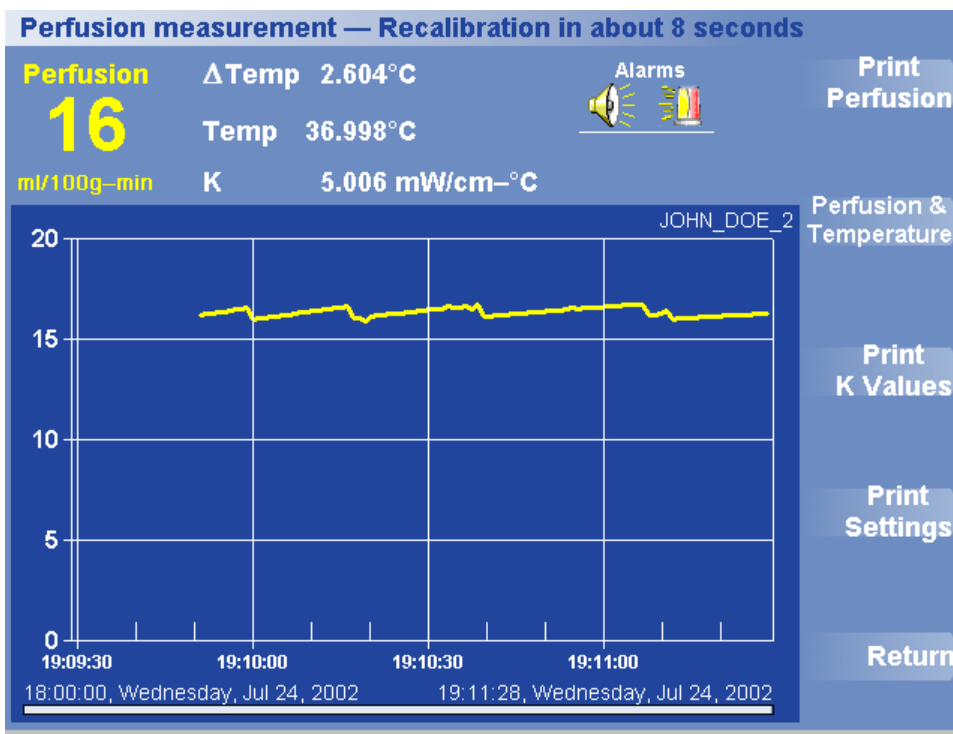

図 21 印刷メニュー
1. 停止メニューの下端にある Print (印刷) を押します。印刷メニューが表示されます (図 21)。